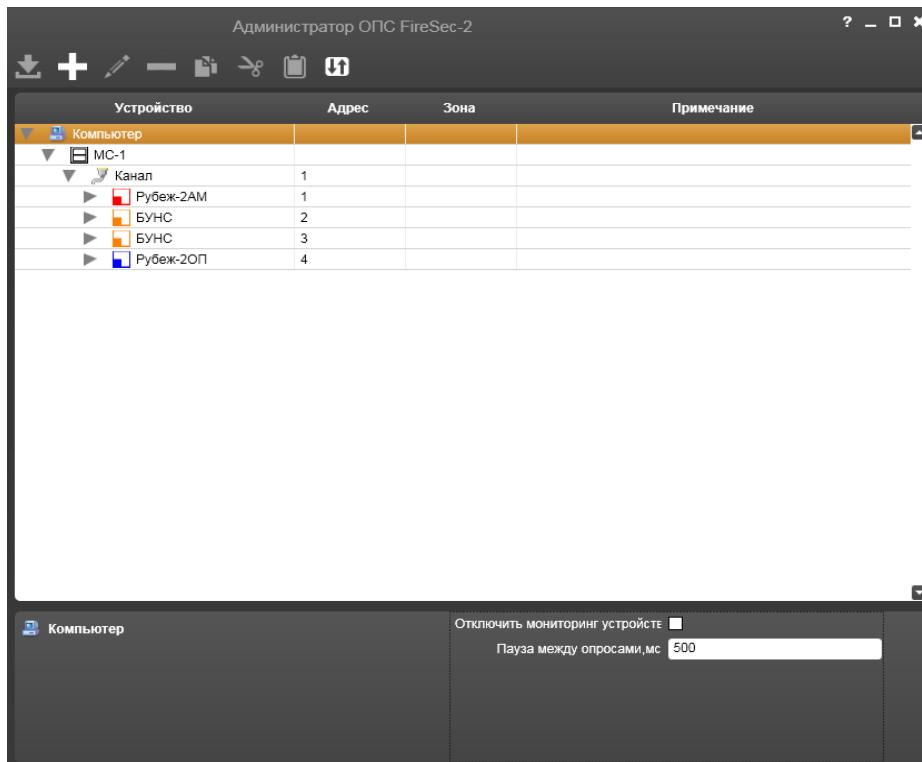

Рисунок 14.2.4 – Поле Рабочая область
- Рабочая область (Рисунок 14.2.4).